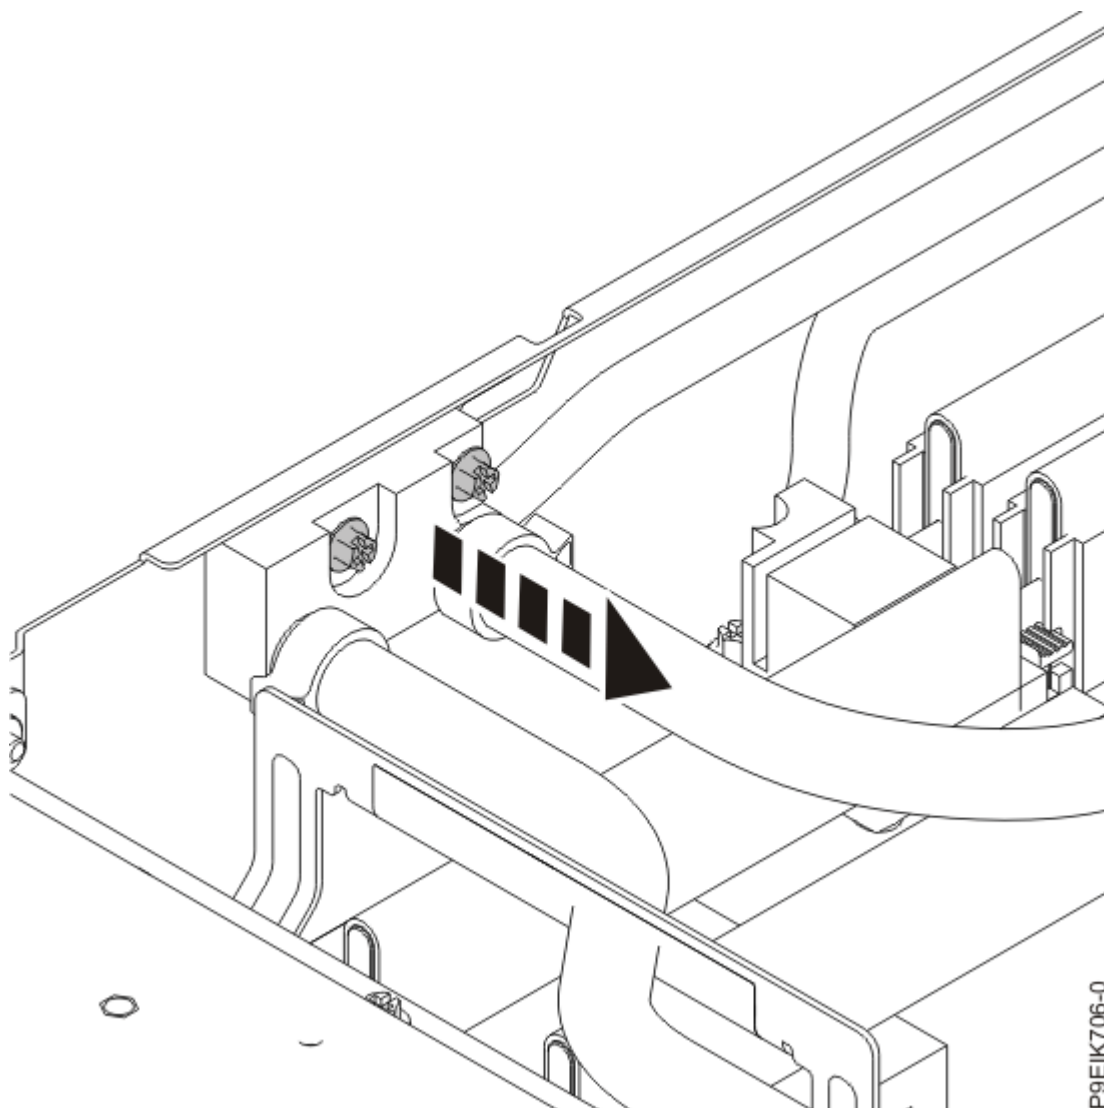

Figure 7. Retrait des vis du crochet de conduite d'eau latérale
4. Retirez les deux vis qui permettent de fixer les conduites au côté gauche du châssis, comme illustré dans la Figure 7, à la page 11.